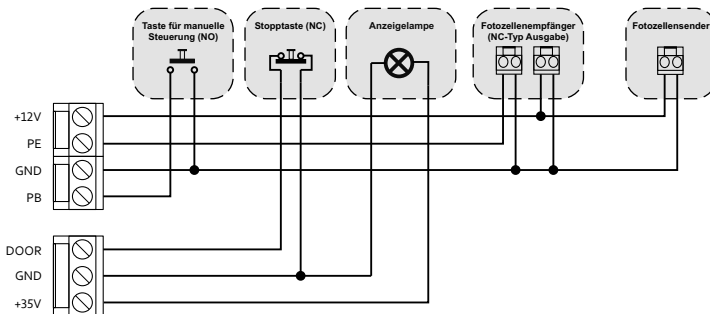

Abb.2. Schema für den Anschluss von Zubehör an den Operator GO801/1001.
3.3. Beschreibung der elektrischen Anschlüsse der Steuerung GO801/1001-CB, Abbildung 2